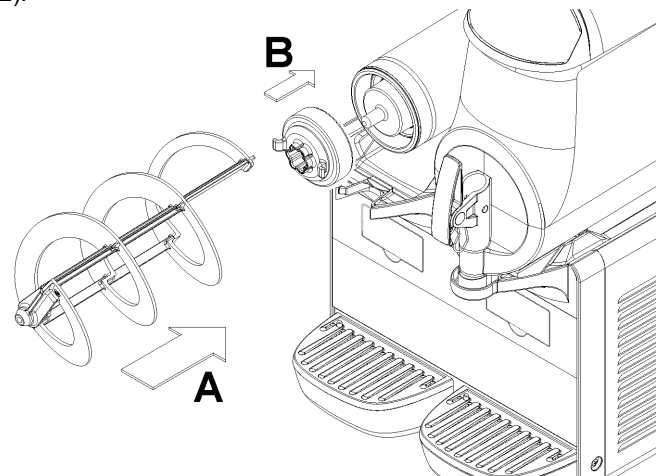

figure 22
- 5 Remonter le joint hexagonal, suivi du mélangeur (voir figure 22).